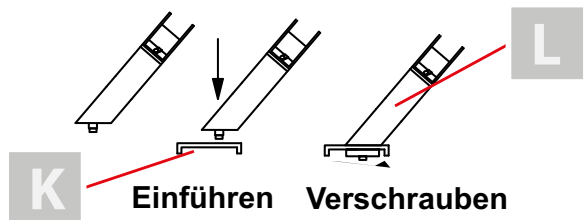

Bild 9: Aufnahme für Speisesystem montieren
1. Schieben Sie die Speisesystemaufnahmen [L] jeweils auf die Multifeedplatte (siehe Bild 9, oben).